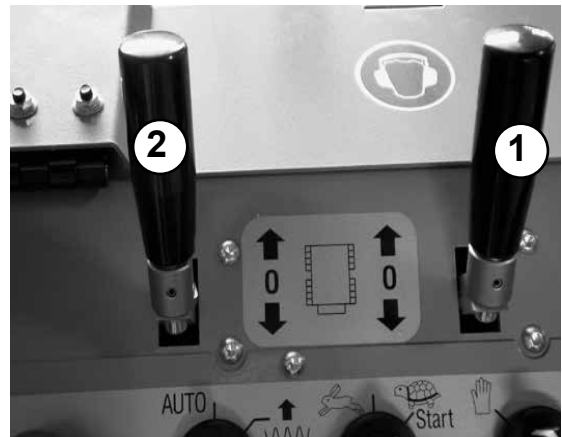

Bild 27
- Motor je nach Außentemperatur für kurze Zeit laufen lassen (siehe Tabelle Bild 27).